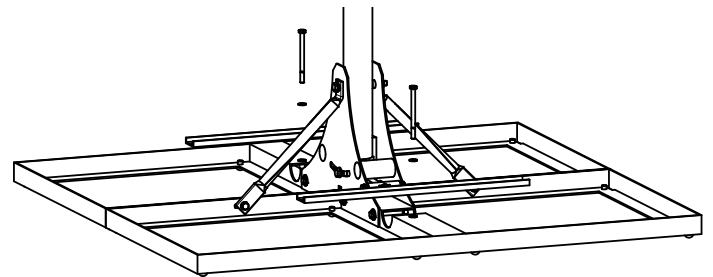

Abb. 8: Schienen zur Sicherung der Betonplatten befestigen
- Die zwei Schienen zur Sicherung der Betonplatten auf beiden Seiten je nach Höhe der Betonplatte mit den Schrauben M8 x 50 oder M8 x 100 befestigen (Abb. 8).